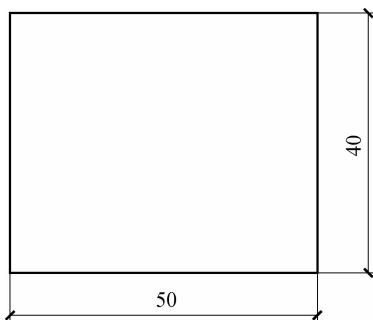

图 3-9 指定长度、宽度绘制矩形
(7)尺寸(D):用户可以通过指定矩形的长度、宽度来绘制矩形。例如,绘制如图 3-9 所示的矩形。